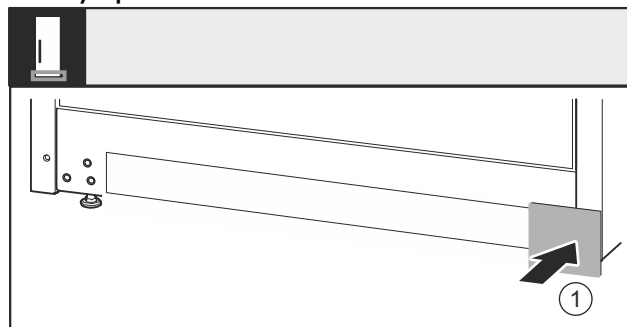

Fig. 39
- ▶ Снова установите крышку Fig. 39 (1) с другой стороны.